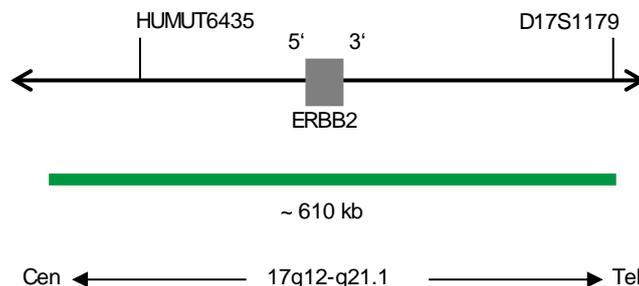

Fig. 1: SPEC ERBB2 Mapa de la sonda (no está a escala)
- Polinucleótidos marcados en verde (excitación a 503 nm/emisión a 528 nm) ZyGreen (~10 ng/μl), dirigidos a secuencias localizadas en 17q12-q21.1* (chr17:37,572,531-38,181,308) que albergan la región del gen ERBB2 (ver Fig. 1).